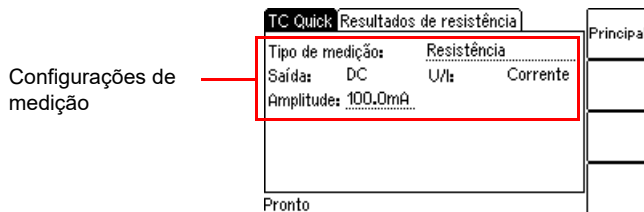

Figura 10-17: Cartão de teste **TC Quick** com configurações para medição de resistência
3. Selecione o tipo de medição **Resistência** e defina a amplitude da corrente de saída CC conforme apropriado. Consulte a Figura 10-17.